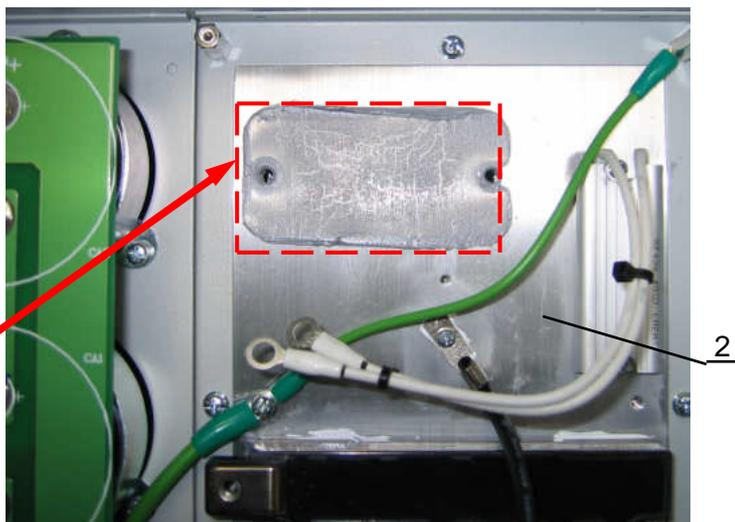

Рис.6.19
6.11.2. Извлечь диодный мост (1) из корпуса ПЧ. Удалить остатки теплопроводного компаунда с основания подложки диодного моста (1) и радиатора ПЧ (2) (рис.6.19), используя для этого бумажные салфетки и СБС. Положить диодный мост в тару для составных частей.